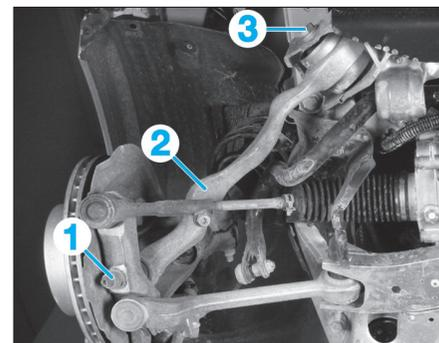

Fig. 28
- l'écrou (1) de la rotule de bras de traction (Fig.28).
- Déposer la vis (3) et retirer le bras de traction.